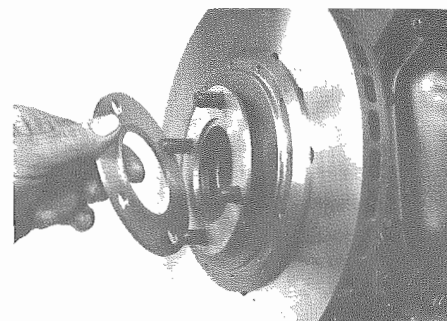

Fig. 29 - Spessori
- Sostituire gli spessori (Fig. 29) e rimontare il semiasse.
- Replace spacers (Fig. 29) and refit axle shaft.